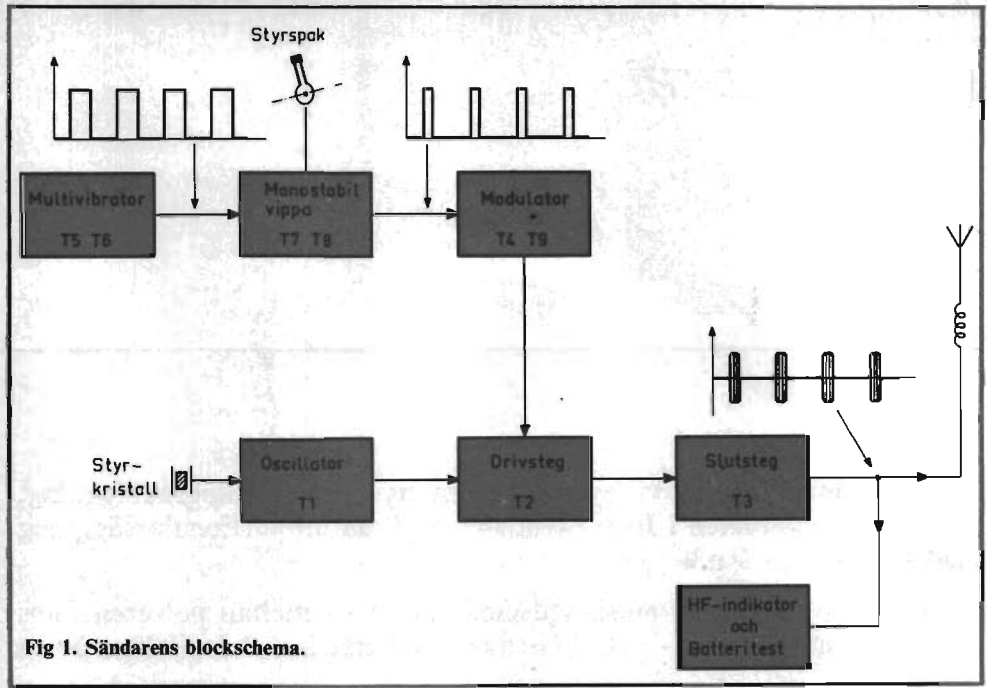

Fig 1. Sändarens blockschema.
■ ■ Blockschemat över sändaren, som består av pulsdelen och HF-del, visas i *fig 1*. I den osymmetriska multivibratören alstras ett pulståg med frekvensen 50 Hz (20 ms mellan pulserna). Pulserna får trigga en monostabil vippra, som ger en variabel pulslängd, 1,5–2,5 ms, vilken regleras av styrspaken. 2 ms är pulslängden i neutralläget,  $\pm 0,5$  ms för ändlägena. Pulsdelen arbetar på stabiliserad spänning, 4,7 V.